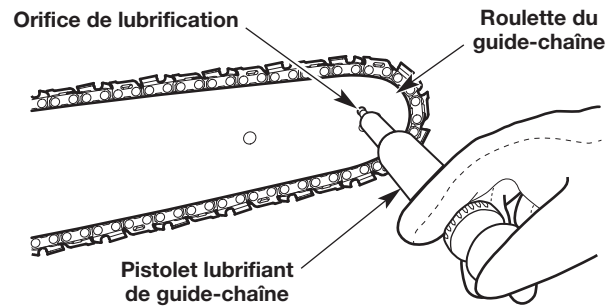

Fig. 41
1. Nettoyez soigneusement le pignon du guide-chaîne avec un chiffon humide (Fig. 41).
2. Utilisez un pistolet lubrifiant de guide-chaîne (non compris) pour injecter de la graisse dans l'orifice de lubrification (Fig. 41). Injectez de la graisse jusqu'à ce qu'elle apparaisse sur le bord extérieur de la roulette du guide-chaîne.